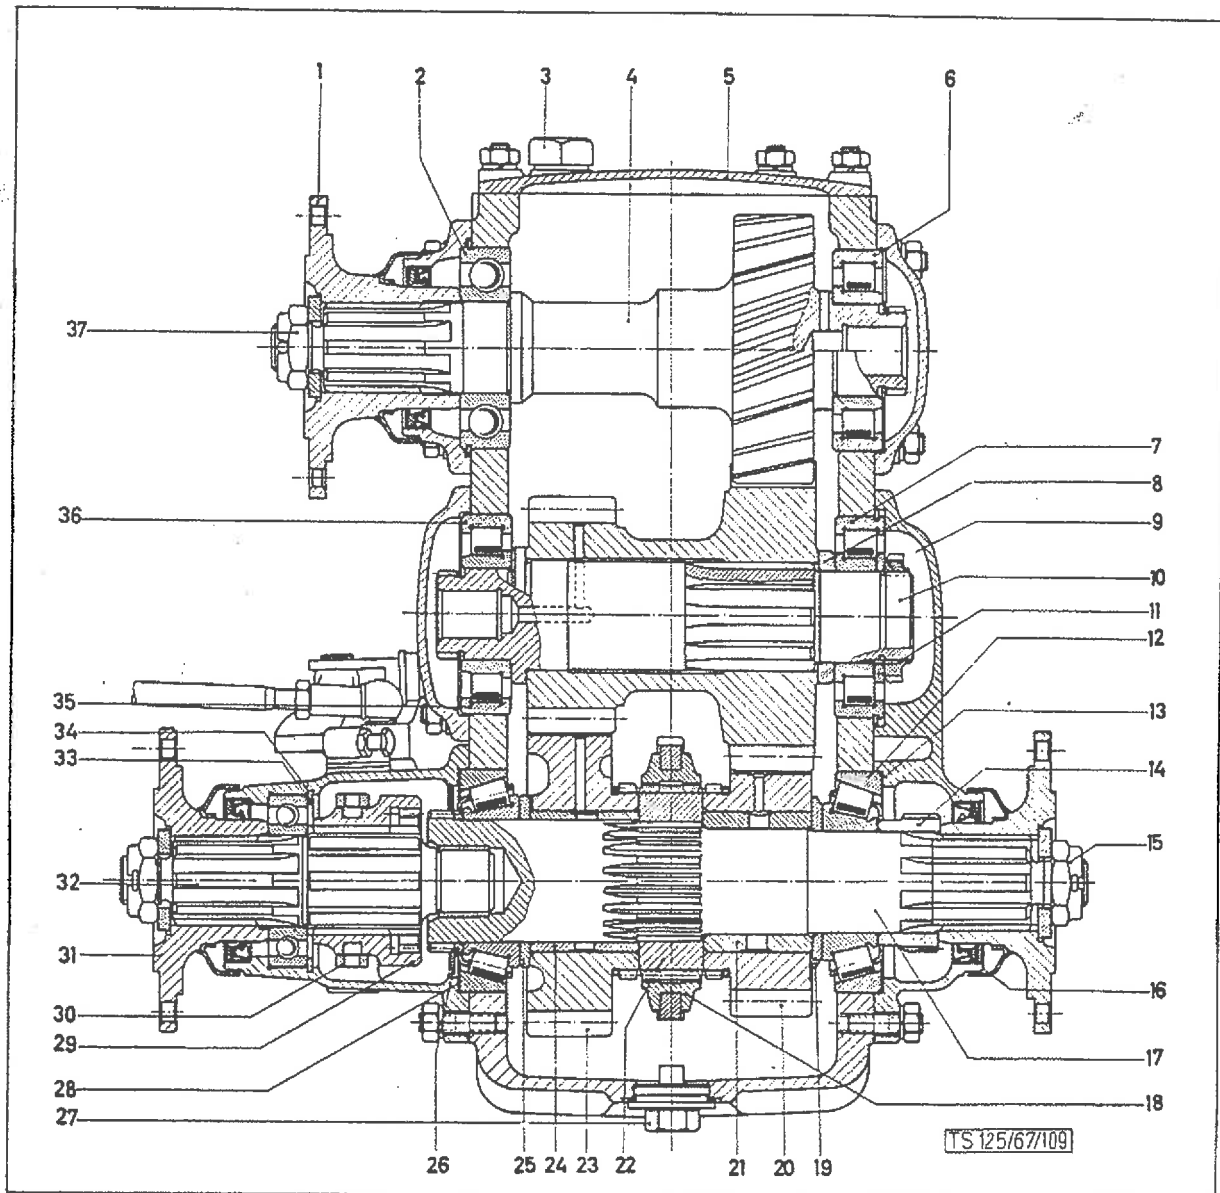
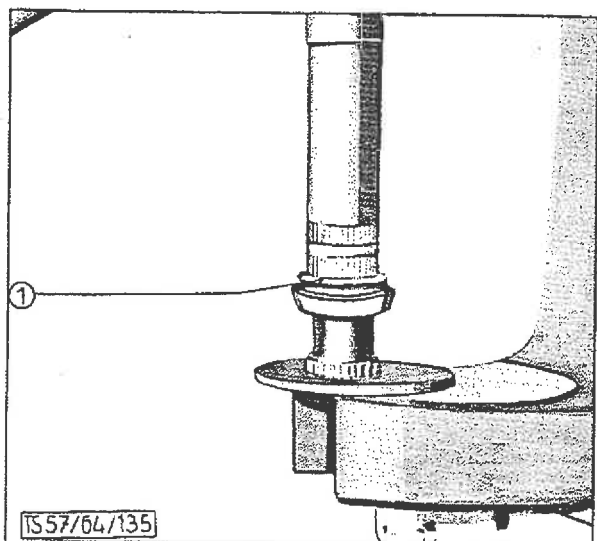
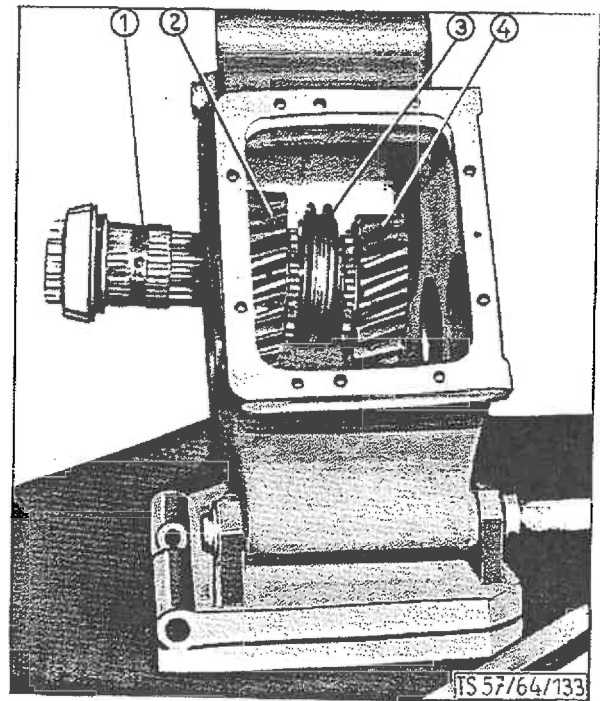

BILD 1: Verteilergetriebe
BILD 3: Kegelrollenlager-Innenring auf die Abtriebswelle aufpressen
BILD 4: Einbauen der Abtriebswelle
1. Spritzblech und Distanzring (1/26) auf die Abtriebswelle auffädeln, den Innenring des Kegelrollenlagers, die Anlaufscheibe (1/25) und die Laufbüchse (1/24) nachpressen (Bild 3). Die Laufbüchse auf der Welle mit Öl schmieren und Welle ins Gehäuse einführen (Bild 4). Von innen folgende Teile der Reihe nach und gemäß ihrer Lage auf Bild 1 auffädeln bzw. auftreiben: das Schrägrad zum Geländegang (1/23) mit eingebautem Sprengring, den Muffenträger (1/22), die Schaltmuffe (1/18), die Laufbüchse für das Schrägrad zum Straßengang (1/21), (Laufbüchse (1/21) und Kegelrollenlager (1/12) auf ca. 100°C aufwärmen!), das Schrägrad selbst mit eingebautem Sprengring (Bohrung des Rades vorher schmieren), die Anlaufscheibe (1/19) mit der Abschrägung nach außen, der Kegelrollenlager-Innenring mit Rollenkranz (1/12) und das Tachometer-Antriebsrad (1/14). Anschließend den Kegelrollenlager-Außenring in das Gehäuse eintreiben.